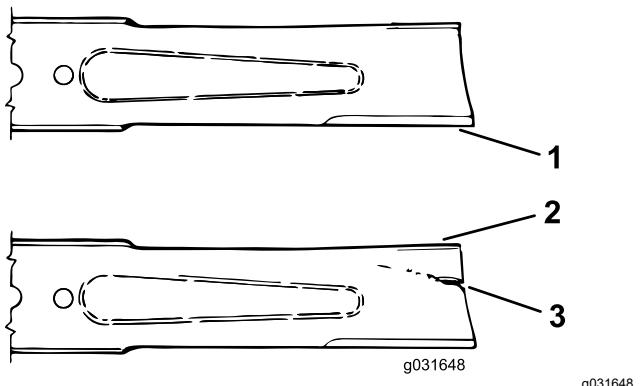

Figure 75
3. Examinez attentivement les tranchants de la lame, particulièrement au point de rencontre de la partie plane et de l'ailette (Figure 75).